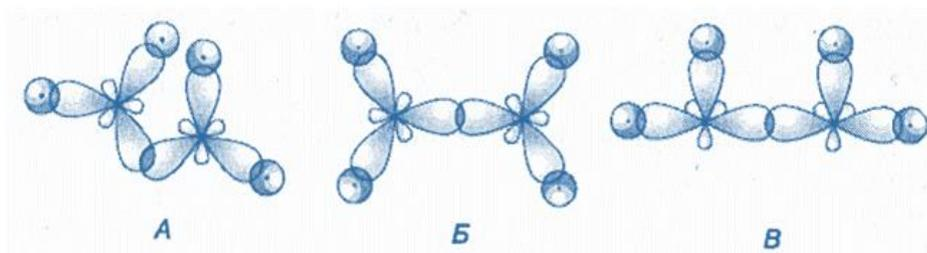

Рис. 11.
5. На какой из схем (рис.11.) правильно показано образование π -связей в молекуле этилена? Ответ мотивируйте.